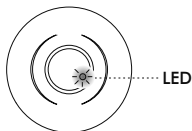

FIG.21
- O LED vermelho do KDP1 360 FP está por trás da lente (Consulte a FIG. 21) para a indicação de modo de teste. No teste de caminhada, o LED acende durante 2 seg quando detetor é acionado.